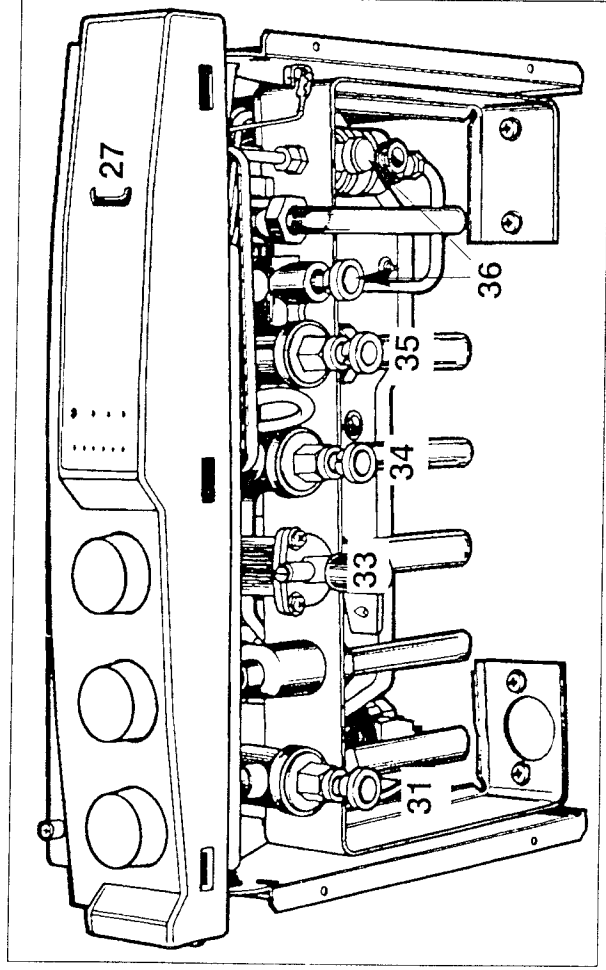

Fig. 14
Ouvrir le robinet d'eau froide "34" (fig. 14) sur la barrette robinetterie ;
- Vérifier que les robinets départ chauffage "31" (fig. 14), retour chauffage "35" (fig. 14) sont bien ouverts ;
- Ouvrir les 2 robinets de remplissage et d'isolement "36" (fig. 14) ;
- Refermer ces robinets lorsque l'aiguille du manomètre "27" (fig. 14) est supérieure à la pression déterminée en page 7 ;
- Ouvrir le robinet d'arrivée de gaz "33" (fig. 14) ;